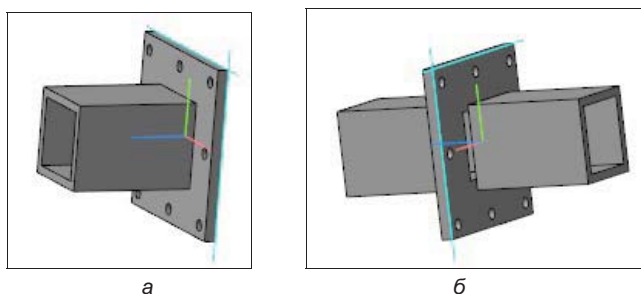

Рис. 26.1. Модель Труба с фланцем (а); вариант построения зеркального массива (б)
Создадим зеркальный массив на модели **Труба с фланцем** (рис. 26.1, а). Откройте ее в окне системы и далее выполните следующие действия:
- ♦ нажмите кнопку **Создать объект** — система создаст зеркальный массив Трубы с фланцем (рис. 26.1, б). В Дереве модели появился новый элемент **Зеркальный массив:1** с соответствующими пиктограммами . Вторая пиктограмма обозначает, что тело состоит из частей.